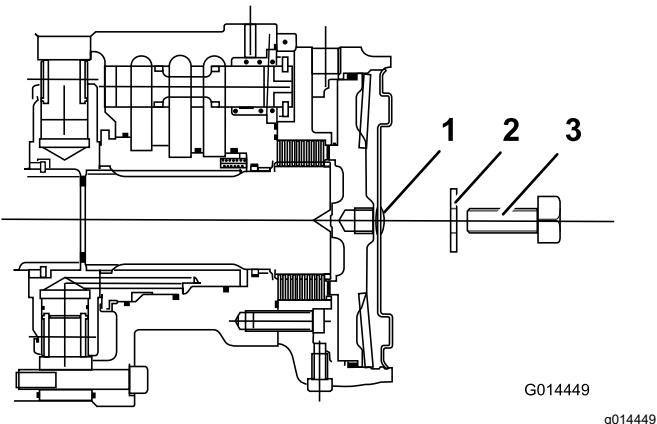

Figura 52
3. Introduzca un tornillo de ajuste M12 x 40 mm de largo y una arandela en el taladro central de la placa de extremo del motor (Figura 52).
5. Apriete el tornillo de ajuste en el taladro roscado del pistón del freno hasta que el freno quede liberado (Figura 52).
6. Identifique el disco de freno del motor de la rueda delantera izquierda y repita el procedimiento anterior (Figura 52).